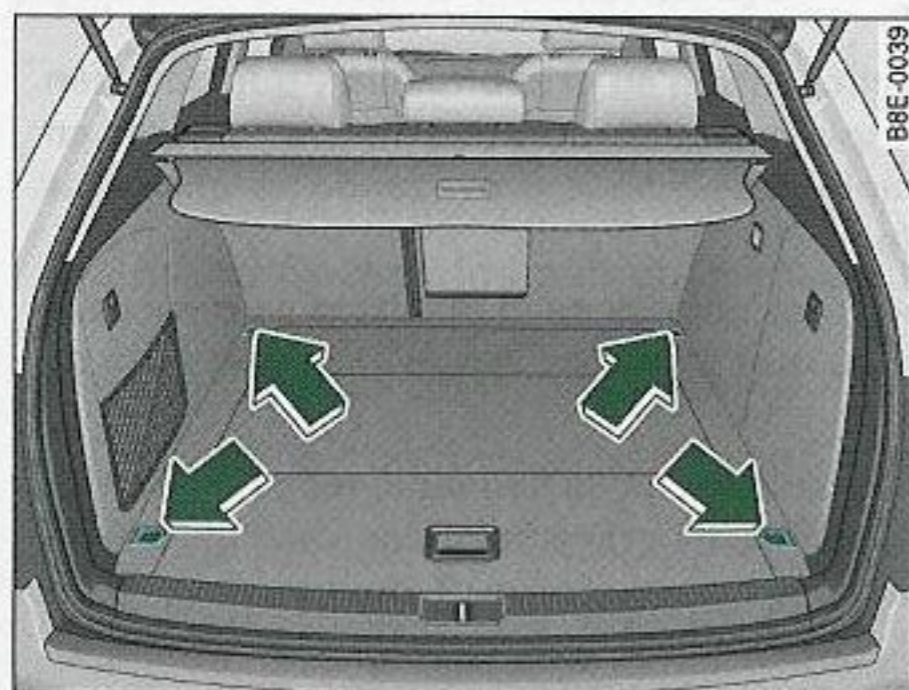

Fig. 94 Disposición de las argollas de amarre en el maletero
- Asegure la carga mediante las argollas de amarre ⇒ fig. 94 -flechas-.